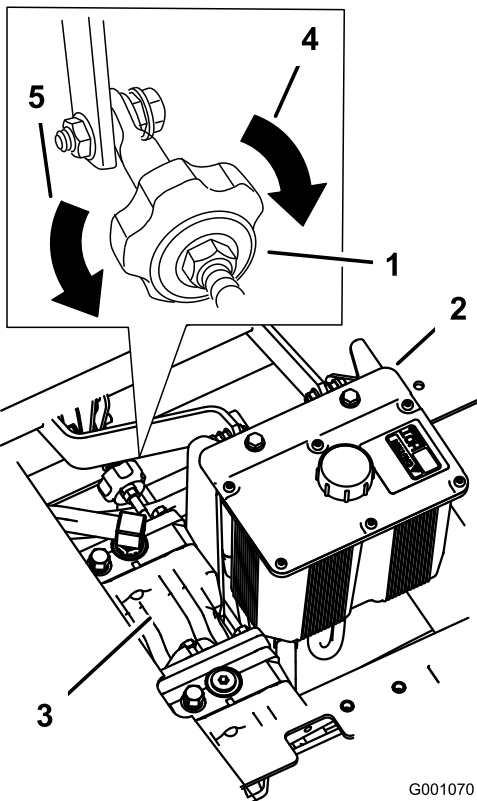

Figure 71
4. Pour que la machine tire à droite, tournez le bouton vers la droite de la machine ; voir Figure 71.
5. Pour que la machine tire à gauche, tournez le bouton vers la gauche de la machine ; voir Figure 71.